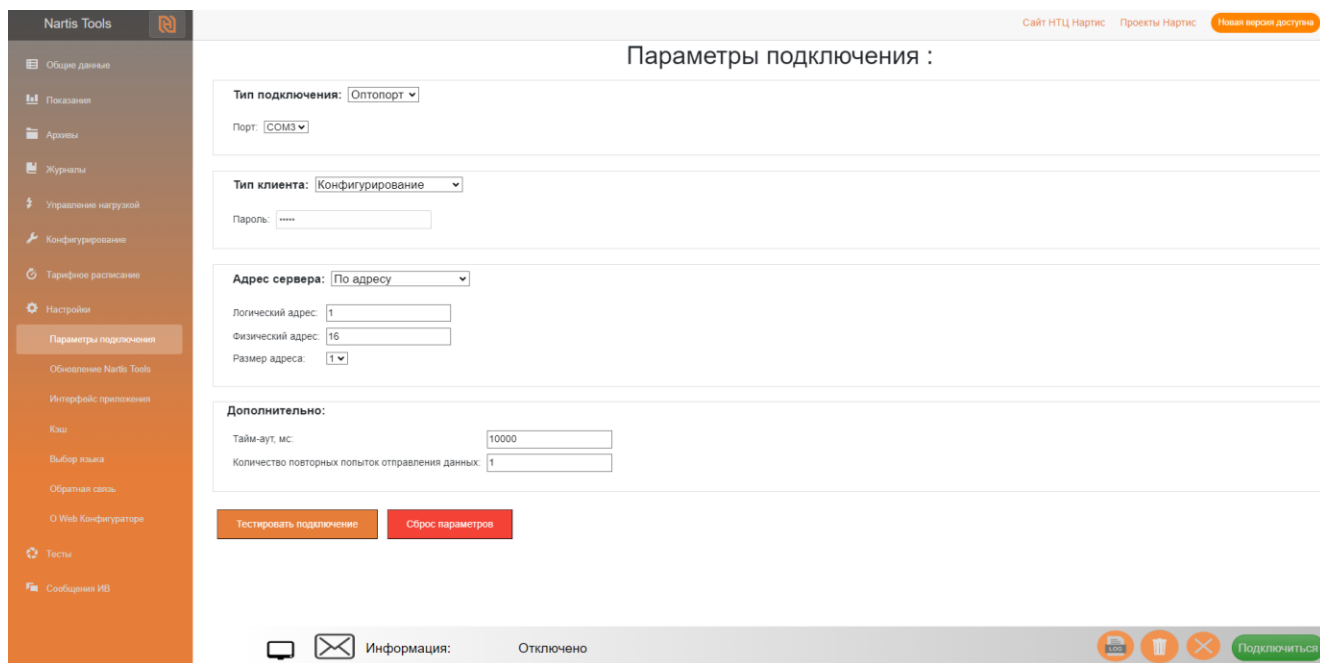

Рисунок 14 – Диалоговое окно подраздела «Параметры подключения»
5.1 Для установления связи с ПУ зайдите в подраздел «Параметры подключения» раздела «**Настройки**» (рисунок 14). Диалоговое окно подраздела «Параметры подключения» делится на четыре области настройки: